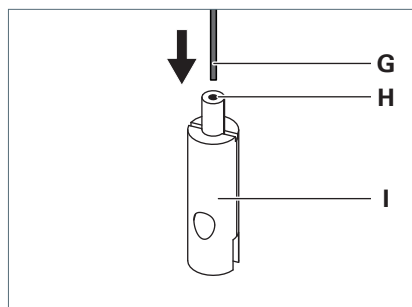

Fig. 4: Montaggio del fermacavo.
- ▶ Far passare il cavo metallico **G** attraverso la bussola di guida **H** del fermacavo **I**, vedi Fig. 4.